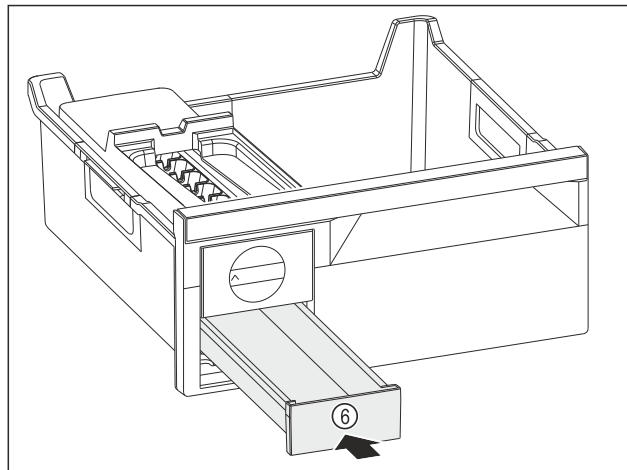

Fig. 150
- ▶ Introducir el cajón para cubitos de hielo Fig. 150 (6).